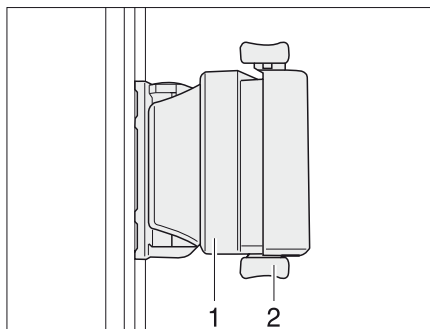

Bild 66 Skjutfönster med skjutlås
- Vrid låsknappen (Bild 66,1) i vertikal position.
- Tryck handtaget (Bild 66,2) och skjut det samtidigt framåt eller bakåt.